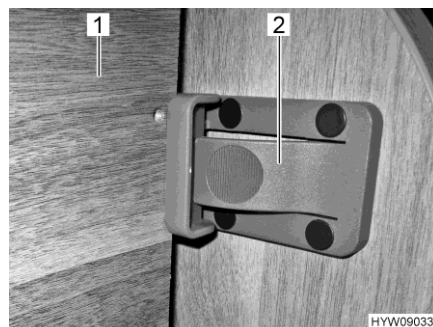

Bild 55 Säkring fram
- Lyft sängen (Bild 55,1).
- Säkra sängen med låset (Bild 55,2) i möbelsäkringen.
- Tryck på låset (Bild 55,2).